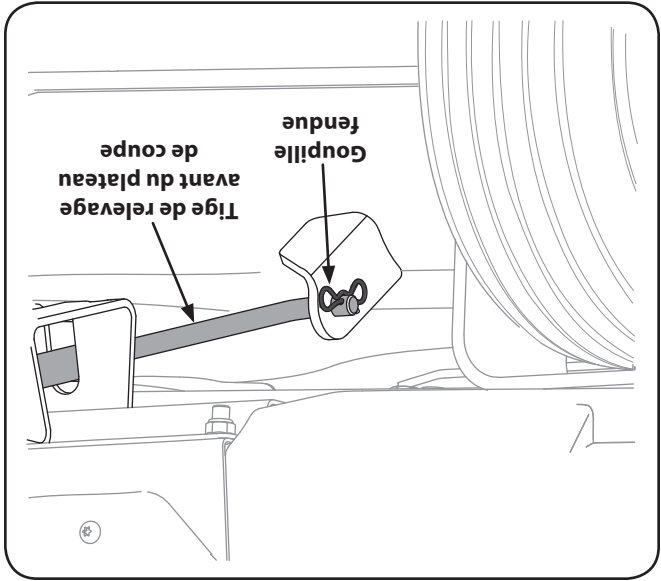

Figure 7-6
4. Sortez les goupilles de soutien et manœuvrez le plateau de coupe pour aligner les trous des bras de relevage avec les goupilles. Voir la Figure 7-6.
6. Sortez la goupille fendue de la tige de relevage avant du plateau de coupe qui maintient celle-ci sur le plateau de coupe. Voir la Figure 7-6. Dégagez la tige de relevage du plateau de coupe du crochet de support avant.